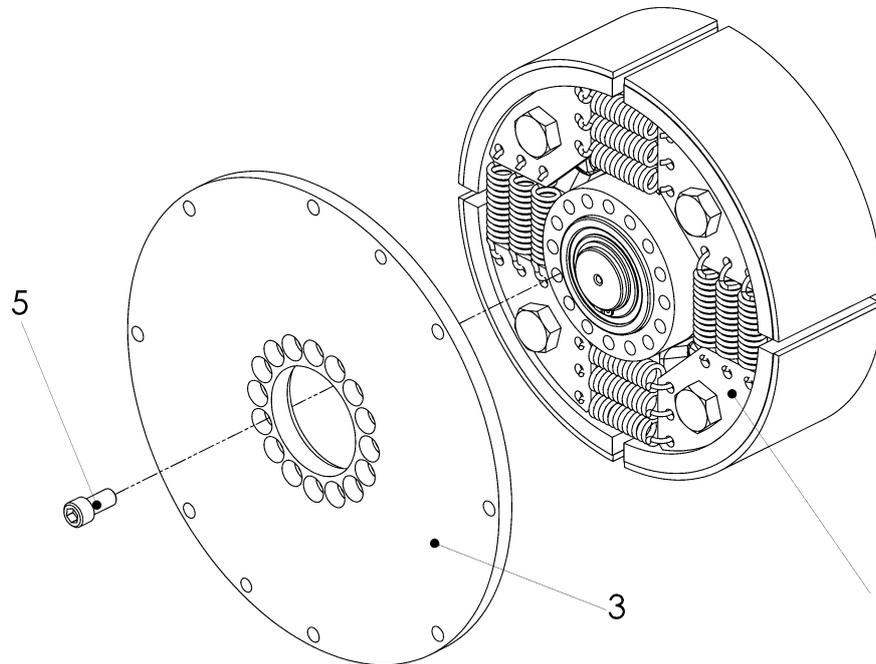

Abbildung 8-1 Baugruppe Innenteil von Adapter demontieren
**Siehe Abbildung 8-1:**
- Adapter (3) auf Zentrierung von Baugruppe Innenteil (1) schieben.
- Adapter (3) mit Schrauben (5) an Baugruppe Innenteil (1) verschrauben. Anziehdrehmoment **TA** siehe Einbauzeichnung.